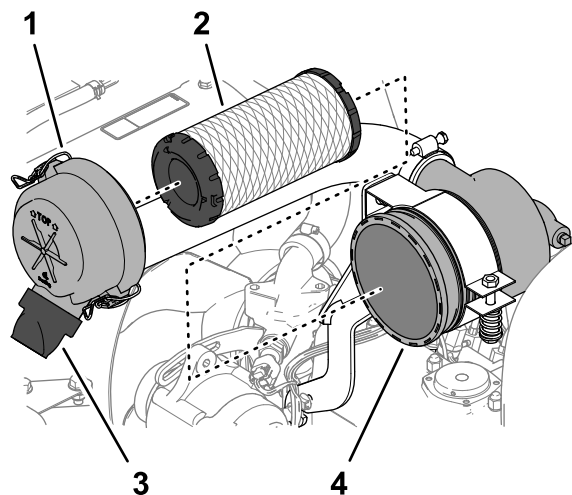

Bild 70
3. Lösen Sie die Laschen, mit denen die Abdeckung am Luftfiltergehäuse befestigt ist (Bild 70).
6. Nehmen Sie den Filtereinsatz heraus (Bild 70).
7. Entfernen Sie das Gummiablassventil (Bild 70) vom Schmutzauswurfanschluss der Luftfilterabdeckung.